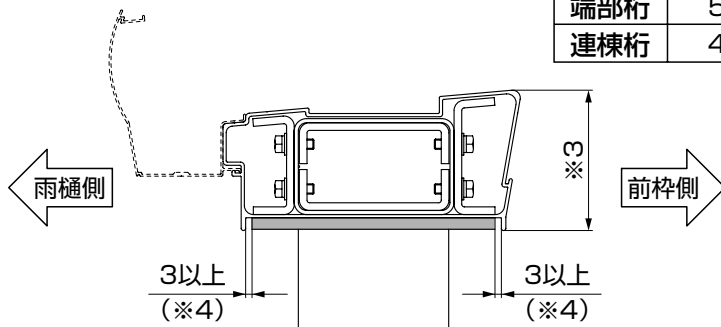

図3-5
- 桁には向きがあります。幅の広い方(※3)が前枠側です。(図3-5参照)
- 柱金具キャップを取付けるため、柱と桁のすき間を前後3mm以上(※4)あけてください。(図3-5参照)